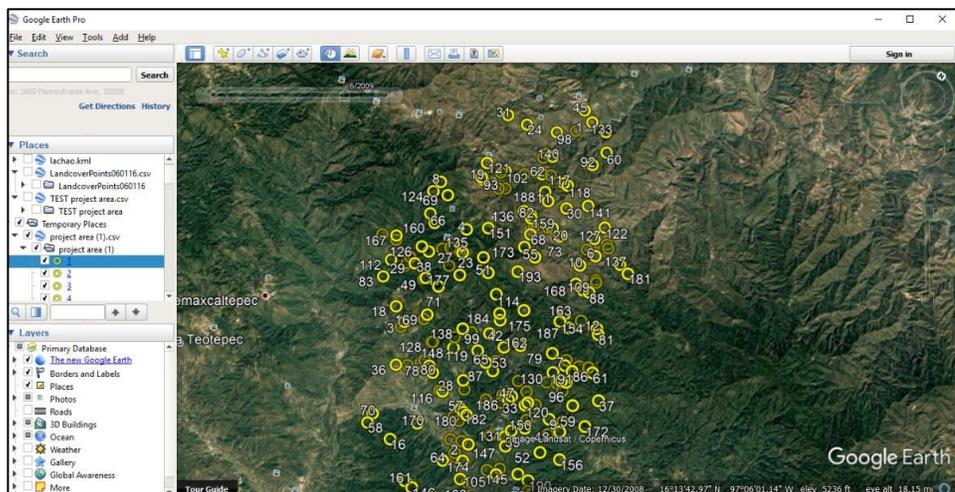

Figura 53. Ejemplo de Google Earth Pro
2.5.1. El Desarrollador del Proyecto puede acercar la pantalla para identificar cada punto y determinar la clasificación de cobertura de suelo (Figura 53). A su vez, puede utilizar la herramienta [Historical Imagery] en Google Earth Pro para ver imágenes anteriores, que pueden ayudar durante el proceso de clasificación. De la misma manera, el conocimiento general del Área del Proyecto relacionado con los tipos de cobertura puede usarse para tomar decisiones en la determinación de los diferentes usos.